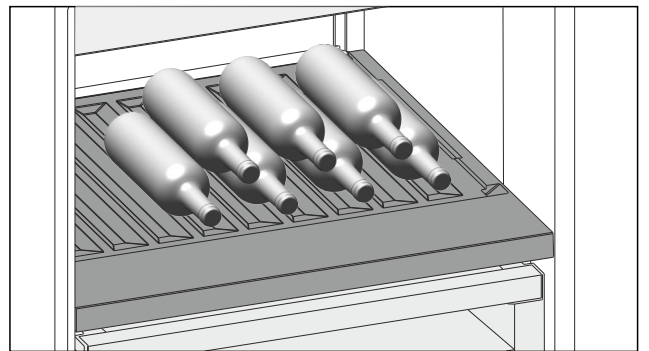

Fig. 134 例图
- ▶ 将瓶底向后对着后壁放入瓶子。(参见 Fig. 134)